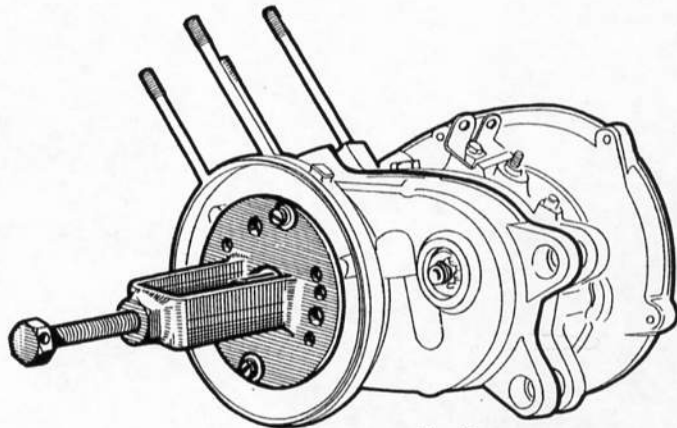
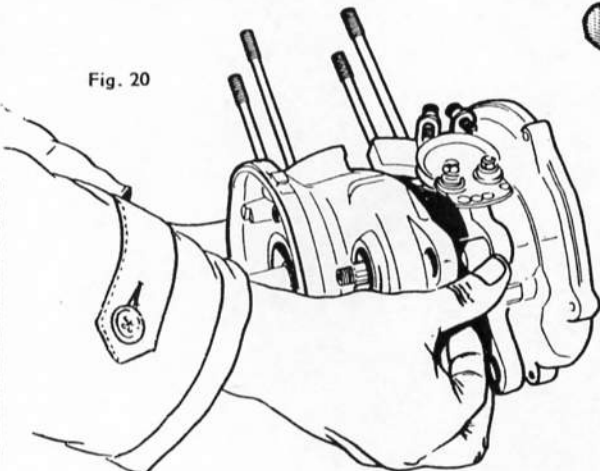

Fig. 19
Fig. 20
- Décoller les 2 demi-carters à l'aide de l'outil 0.47 (fig. 19) et de l'embout 0.47 D. et si nécessaire un ou deux coups de maillet côté silenbloc, (pour éviter de détériorer les plans de joint, ne pas introduire d'outil ailleurs qu'aux trois dégagements prévus à cet effet). Tirer bien en ligne avec les deux mains pour désaccoupler les demi-carters (fig. 20).